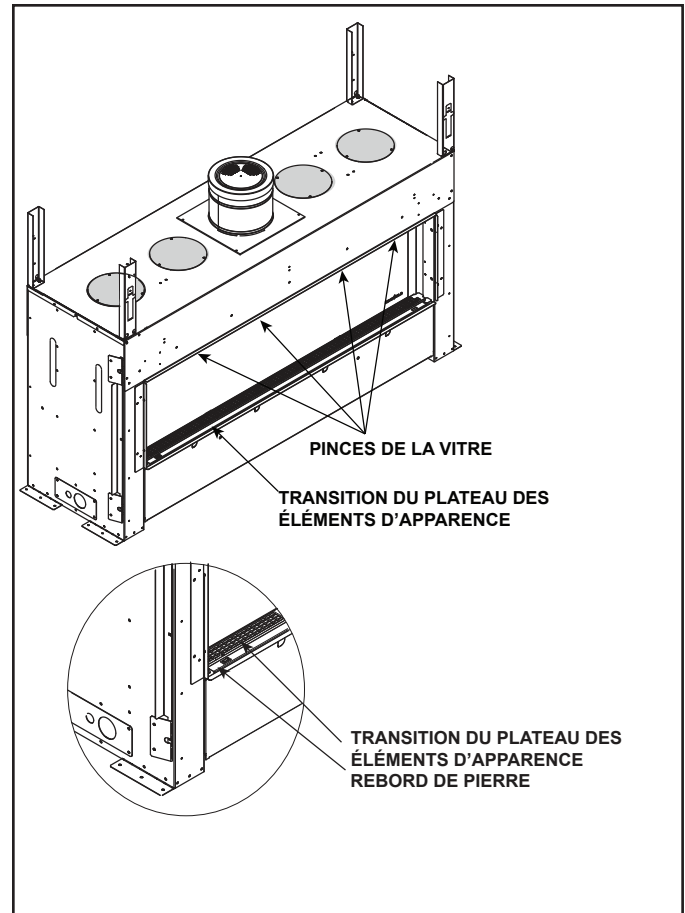

Figure 11.5 Emplacement des pinces de la vitre et du plateau de transition des éléments d'apparence
1. Retirer la transition des éléments d'apparence de l'appareil. Soulevez le plateau de transition des éléments d'apparence hors de l'appareil. Le plateau de transition des éléments d'apparence est ajusté serré. Soulevez avec précautions. Voir la figure 11.5.
2. Localisez les pinces de la vitre situées sur le bord supérieur du cadre de la vitre de l'appareil. Voir la figure 11.5.